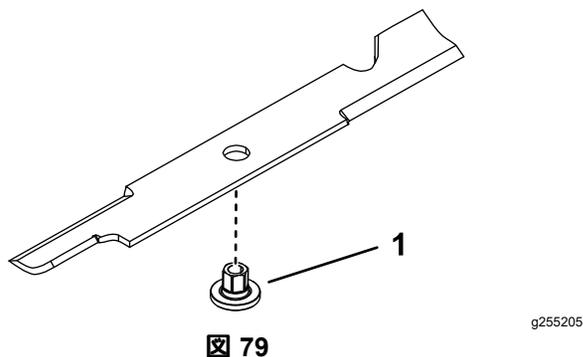

図 79
- ブレードにブッシュを取り付けるブッシュのフランジが下地面側になるように取り付ける図 79。